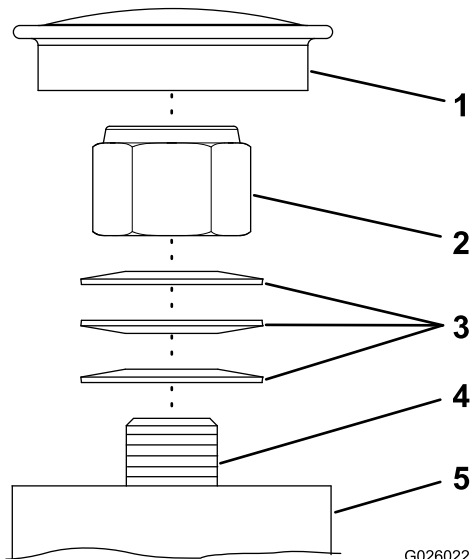

Figure 44
**Remarque:** Si vous démontez les roulements d'axe des roues pivotantes, veillez à monter les rondelles élastiques comme montré à la Figure 44.
1. Déposez le couvre-moyeu du moyeu de la roue pivotante (Figure 44).
2. Serrez le contre-écrou dans le sens horaire jusqu'à ce que les rondelles élastiques soient aplaties (Figure 44).
3. Tournez alors le contre-écrou de 1/4 de tour dans le sens antihoraire (Figure 44).
4. Reposez le couvre-moyeu (Figure 44).